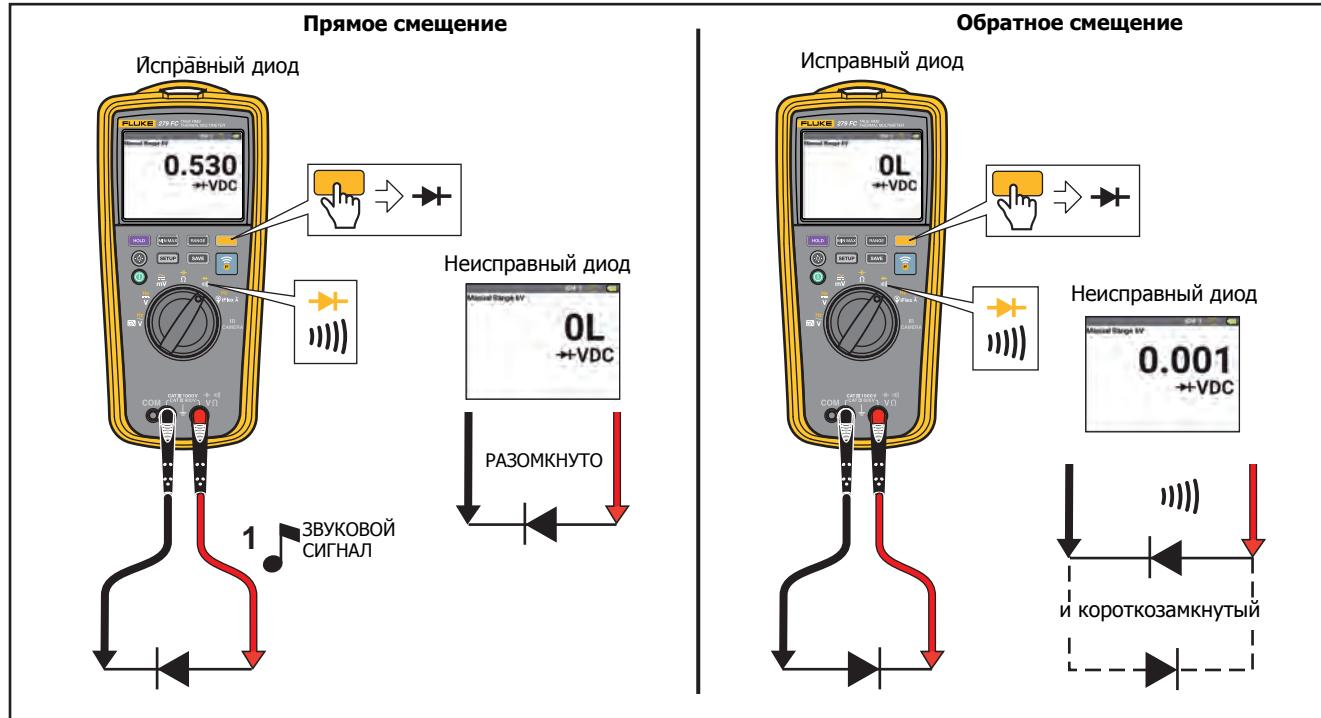

Рисунок 11. Проверка диодов
- Проверка диодов. См. Рисунок 11.